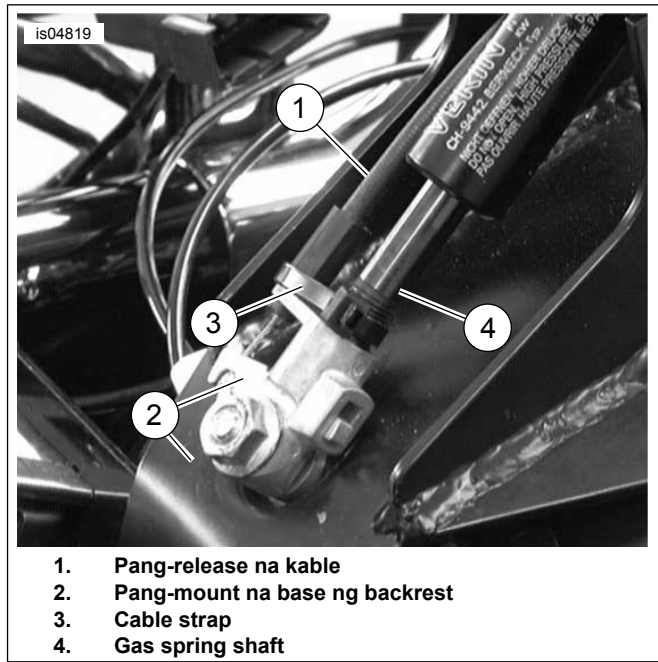

Figure 6. Ikabit ang Kable sa Pang-mount na Base ng Backrest
12. Figure 6 Ikabit ang pang-release na kable (1) sa pang-mount na base ng backrest (2) tulad ng ipinapakita. Maingat na ikabit ang kable sa shaft ng gas spring (4) gamit ang ibinigay na strap ng kable (3). Huwag higpitan nang sobra ang strap ng kable.